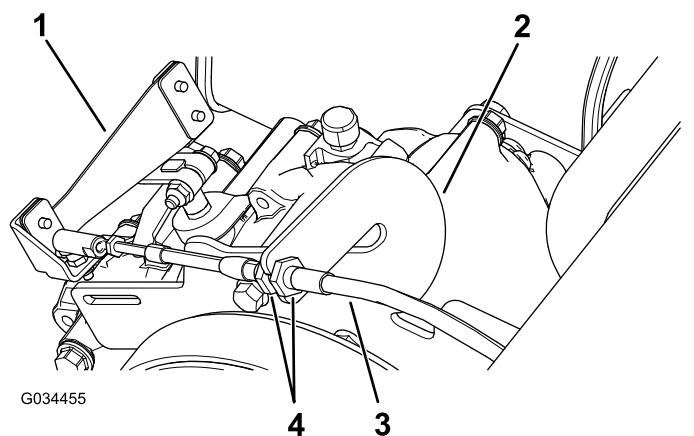

Figure 61
- Desserrez les écrous de blocage sur le câble de sélection et ajustez-les selon les besoins (Figure 61).
- Vérifiez la position de l'inverseur de marche en tournant le levier aux 3 positions différentes et vérifiez que le levier (Figure 61) passe aux différentes positions correctement ; voir Levier et indicateur d'inverseur de marche \(page 14\).